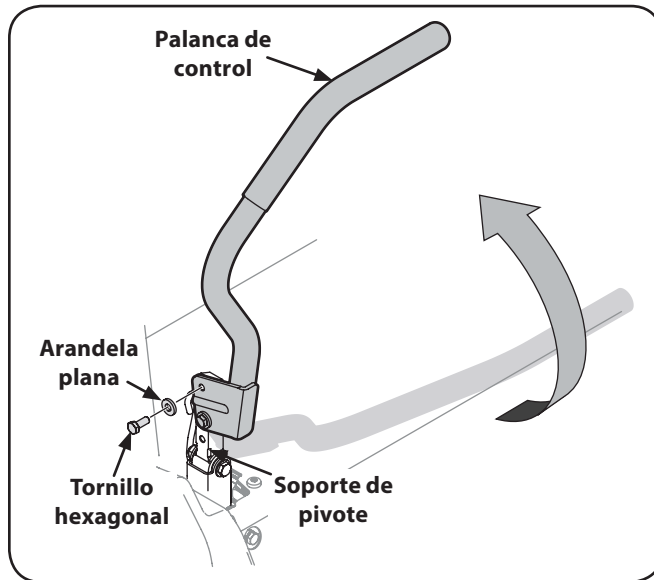

Figura 3-3
2. Levante y gire esa palanca de control hacia arriba hasta que el orificio ranurado en el soporte de la palanca se alinea con uno de los orificios del soporte de pivote. Vea la Figura 3-3.
3. Deslice la arandela plana en el tornillo hexagonal. Desde el exterior, insertar el tornillo hexagonal con arandela a través de la ranura de la palanca de control y el orificio de la ménsula de pivote. Vea la Figura 3-3. El uso de un 1/2" llave apriete el tornillo, pero no los apriete completamente.